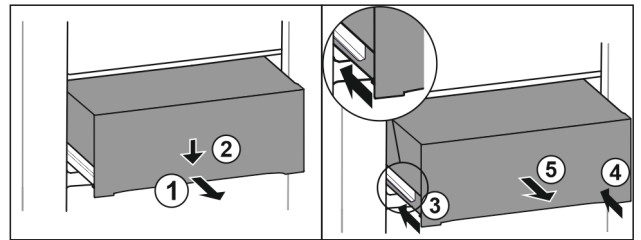

Fig. 163
- Estrarre il cassetto a metà. Fig. 163 (1)
- Premere il cassetto sul lato anteriore verso il basso. Fig. 163 (2)
- Spingere la guida sinistra di circa 2 cm verso l'interno. Fig. 163 (3)
- Spingere la guida destra di circa 2 cm verso l'interno. Fig. 163 (4)
- Rimuovere il cassetto tirandolo in avanti. Fig. 163 (5)